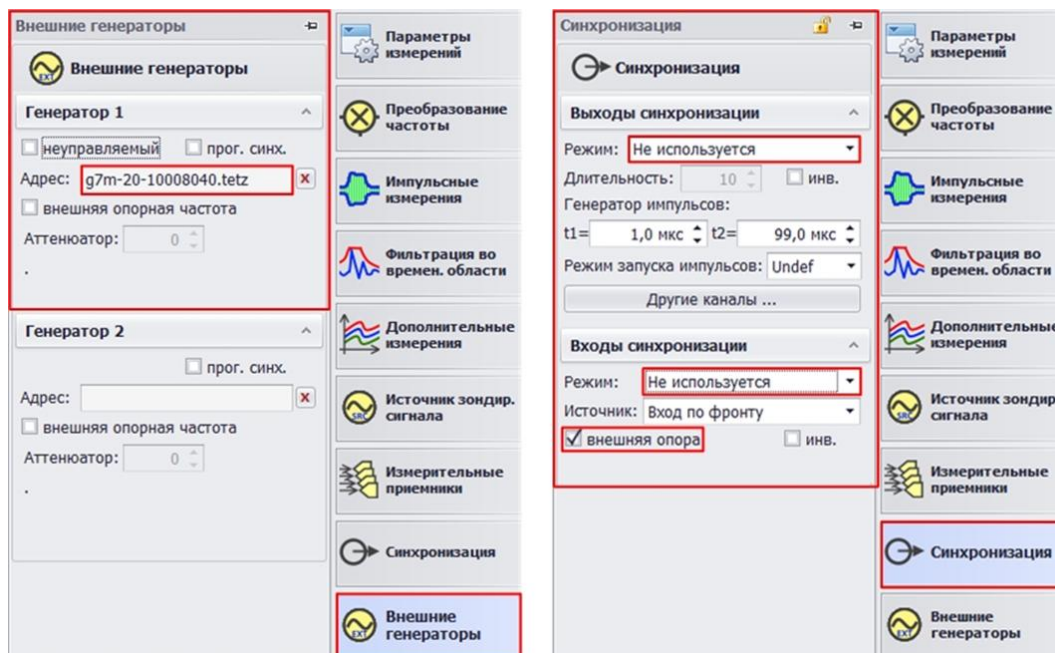

Рис. 38. Подключение генератора и настройка синхронизации
8. В окне «Внешние генераторы» подключите генератор, используемый в качестве первого гетеродина. В окне «Синхронизация» настройте синхронизацию ВАЦ и генератора (рис. 38). Установите флажок «внешняя опора». Используем генератор серии «Г7М-20» производства компании «Микран». Синхронизация по опорному сигналу ВАЦ и генератора обязательна;